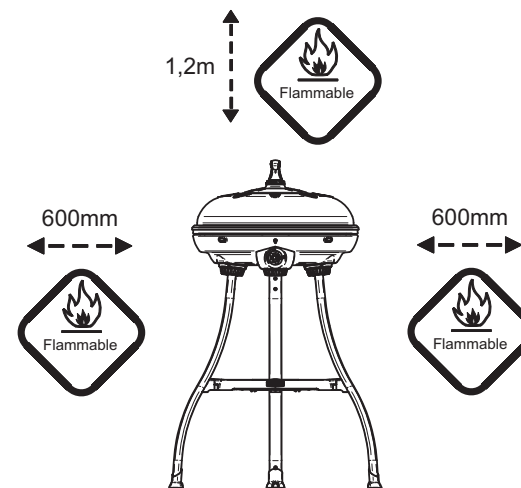

Fig. 1
- Houd het apparaat uit de buurt van brandbare materialen. De minimale veilige afstanden zijn: boven het apparaat 1,2m, en aan de achterzijde en de zijkanten 600mm (zie Fig. 1).